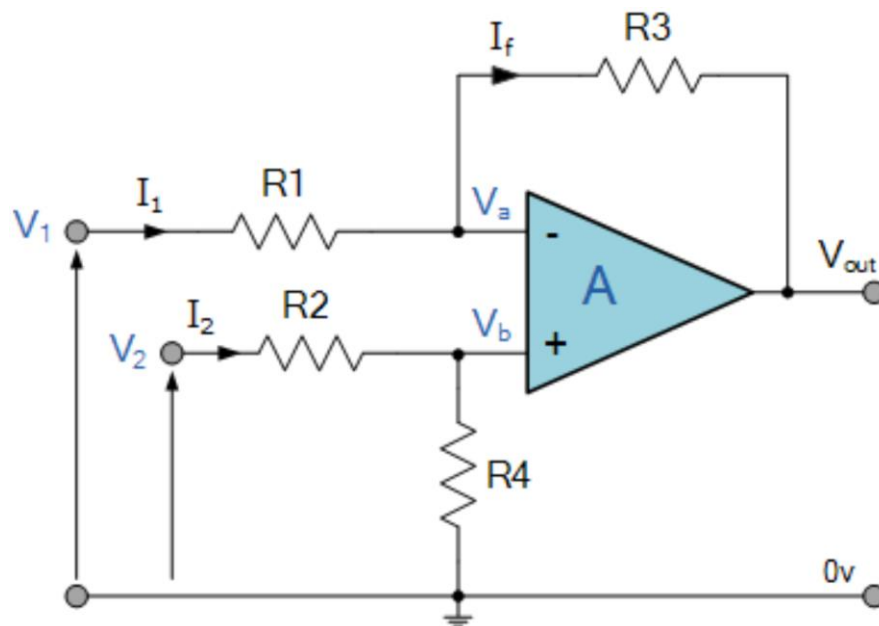

Рисунок 7 – Дифференциальный усилитель на ОУ
3. Напряжение с делителя вычитается из опорного с помощью дифференциального усилителя. Так как используется однополярное питание, нужно сместить ноль дифференциального усилителя на $V_{div2} = \frac{V_{cc}}{2}$. Это делается подключением линии 0V (Рисунок 7) к V_{div2} . Тем самым формируется значение ошибки управления: